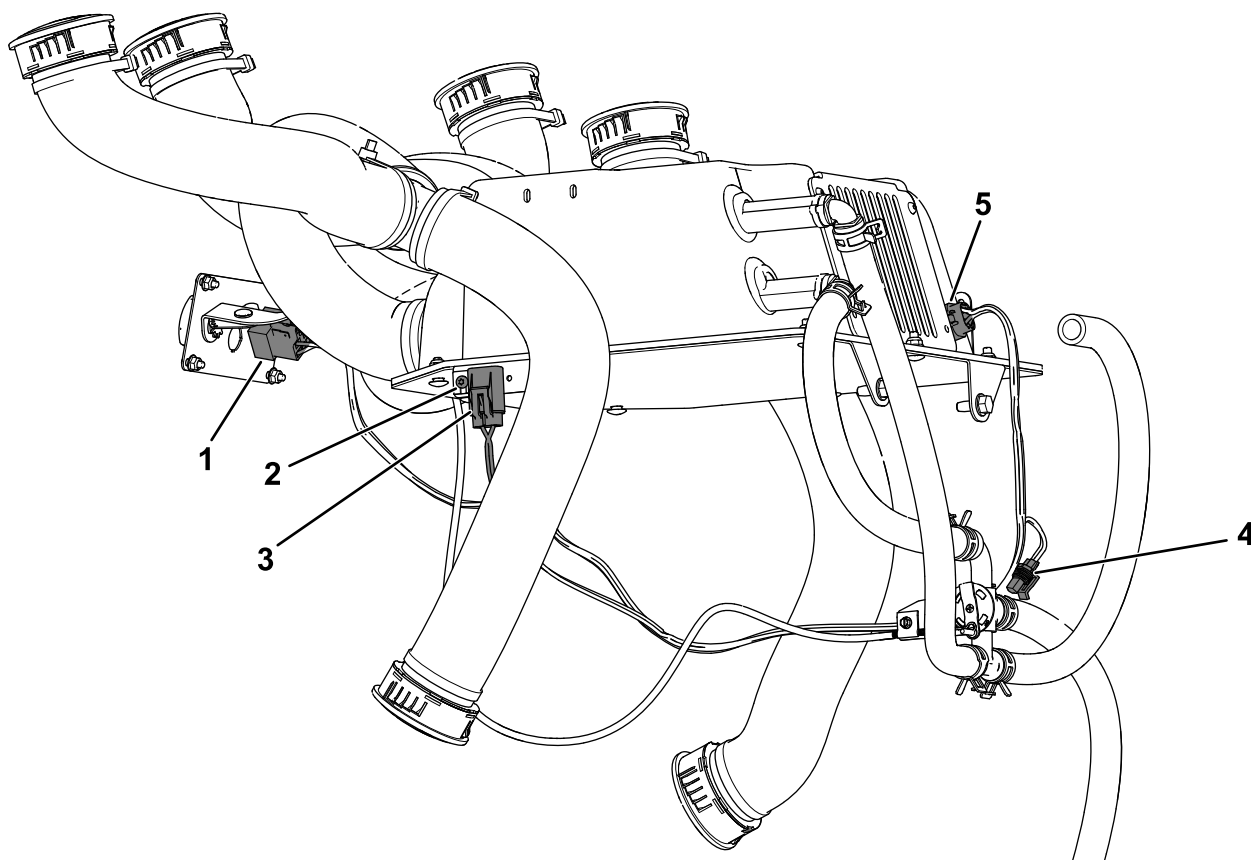

Figura 23
1. Montate il coperchio del fusibile (fornito con il cablaggio del kit) sul lato sinistro della scatola del riscaldatore con il bullone a testa conica (n. 10-24 x $\frac{3}{8}$ ") come illustrato nella Figura 23.
2. Disponete il cablaggio del kit come illustrato nella Figura 23.